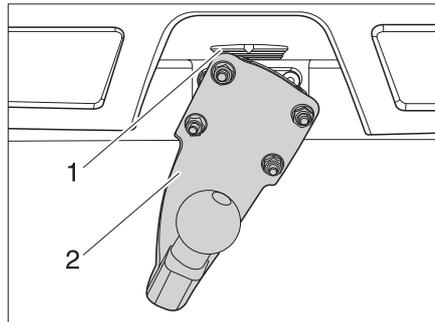

Bild 4 Anhängerkupplung
- Anhängerkupplung (Bild 4,2) im 90° Winkel an Arretierung (Bild 4,1) ansetzen.
- Anhängerkupplung (Bild 4,2) nach unten schwenken bis die Arretierung (Bild 4,1) einrastet.
- Arretierung (Bild 4,1) nach oben drücken.
- Anhängerkupplung (Bild 4,2) 90° nach links schwenken.
- Arretierung (Bild 4,1) loslassen.
- Anhängerkupplung (Bild 4,2) abnehmen.